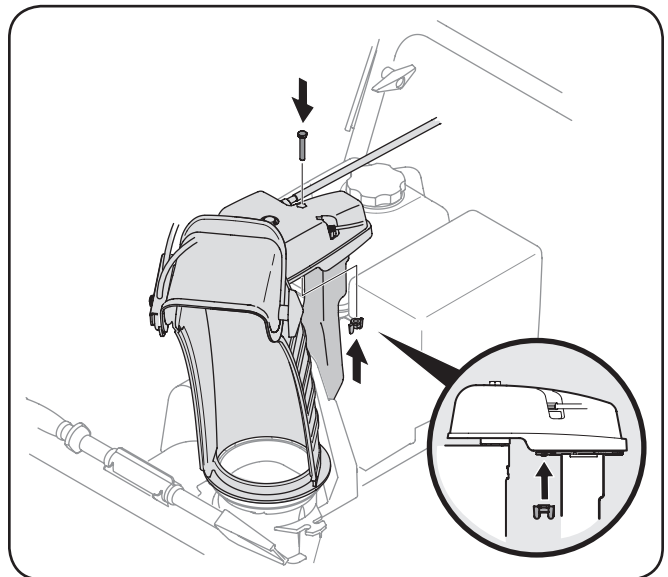

Figura 3-6
4. Termine de asegurar el cabezal de control del canal colocando la tuerca de mariposa y el tornillo hexagonal. Consulte la Figura 3-6.